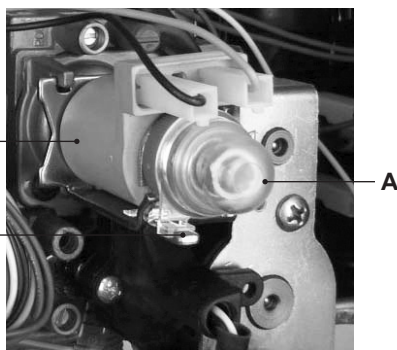

Fig. 7.2
- Rimuovere il tappino di protezione A dell'operatore modulante 24 in Fig. 7.2 ruotandolo in senso orario per liberarlo dal fermo B e facendo leva con un cacciavite piatto nella scanalatura.